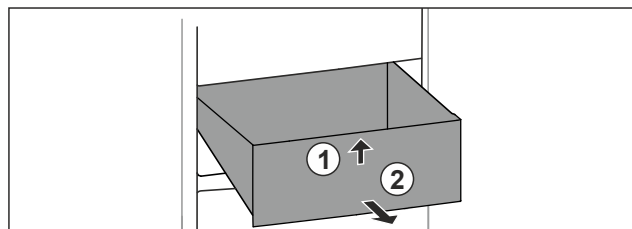

Fig. 56
- ▶ Unieść szufladę z przodu. Fig. 56 (1)
- ▶ Wyjąć szufladę do przodu. Fig. 56 (2)